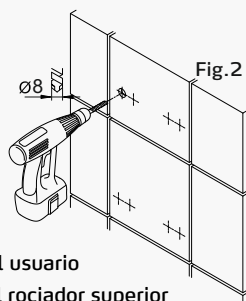

Fig.2
- Utilice una taladradora con una broca de 8mm de diámetro (Fig. 2) para taladrar y fijar los soportes con los tornillos (Fig. 3)